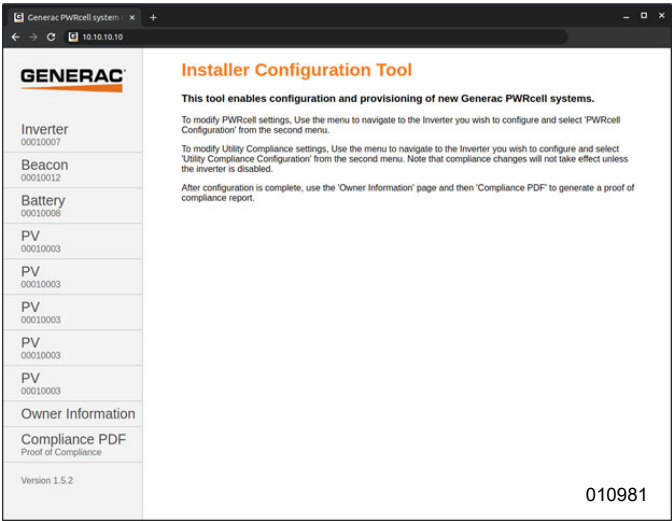

Figura 6-28. Herramienta de configuración del instalador
5. Consulte la Figura 6-28. Abra un explorador web en un teléfono inteligente o en una computadora portátil e ingrese 10.10.10.10 en la URL del explorador. Aparecerá la herramienta del instalador en el navegador.